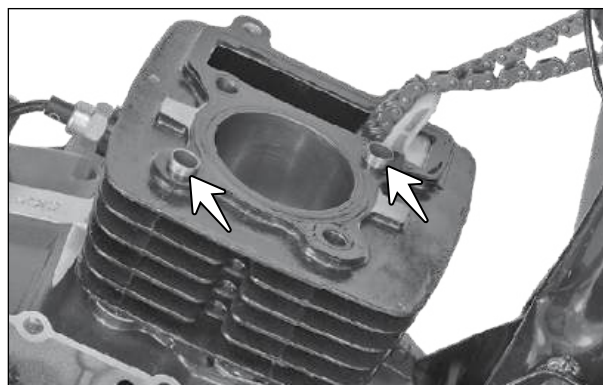

Fig. 3.48
- Remova os pinos-guia (setas) do cabeçote e a junta do cabeçote. (Fig. 3.48)